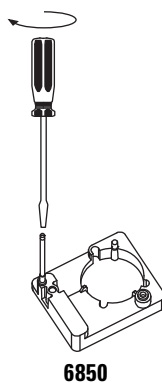

図 13 取り付けポストの装着 (6850 GC)
- **6850 シリーズ GC**。注入口取り付けブラケットを装着します。注入口ネジを緩め、ポストを取り付けてネジを締めます。ポストを最後まで回しきる必要があります (図 13 を参照)。